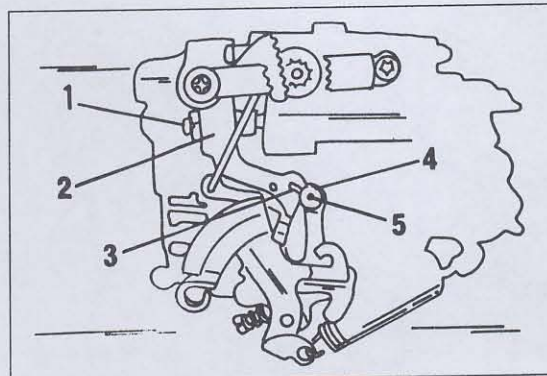
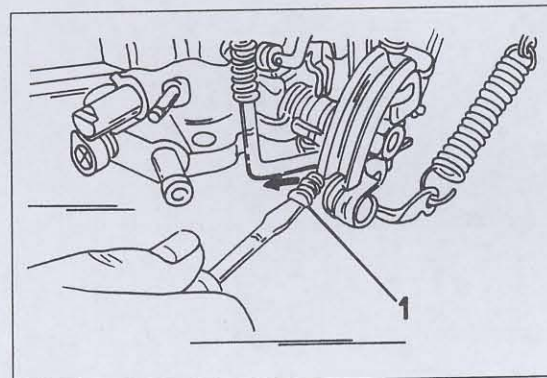

Bild 171
Bild 172
- Erscheint der Schnelleerlauf zu hoch, Bild 171 ansehen und kontrollieren, dass die beiden Fluchtkennzeichnungen gegenüber liegen. Falls dies nicht der Fall ist, die in Bild 172 gezeigte Schraube verstellen, bis die Kennzeichnungen gegenüberliegen. Wird die Schraube nach rechts gedreht, erhöht sich die Drehzahl.